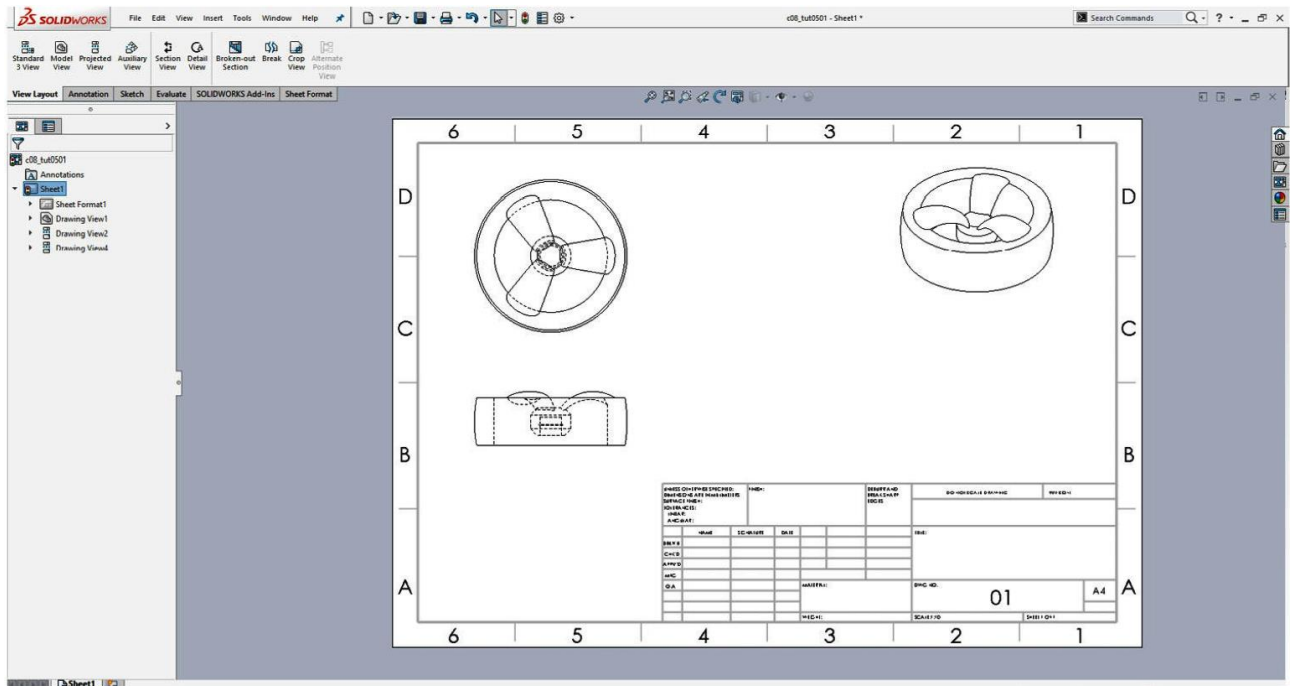

Рисунок 11.4 – Лист креслення після створення видів спереду, зверху та ізометричного виду
- в) Виберіть стандартний формат аркуша A4 Landscape і згенеруйте головний вид (**Parent view**) (див. рисунок 11.4).
- г) Створіть проєкційні види за допомогою інструмента **Projected View** (рис. 11.4).
5. Перемістіть курсор у верхню частину переднього виду та вкажіть точку для розташування виду зверху (рис. 11.4). Вид зверху моделі буде створено, і попередній перегляд наступного проекційного виду, пов'язаного з видом спереду, буде прикріплено до курсора.
11. Натисніть і утримуйте ліву кнопку миші, а потім перетягніть вид у верхній правий кут аркуша креслення. Після створення й переміщення ізометричного виду аркуш виглядатиме, як показано на рис. 11.4.
*На рис. 11.4 стиль відображення видів спереду та зверху – **Hidden Lines Visible** (Видимі приховані лінії), а ізометричного виду – **Hidden Lines Removed** (Приховані лінії видалено). Щоб змінити стиль відображення виду, виберіть його; відкриється вікно **Drawing View PropertyManager** (Диспетчер властивостей виду креслення). Далі оберіть потрібний стиль відображення в секції **Display Style** (Стиль відображення) цього вікна.*